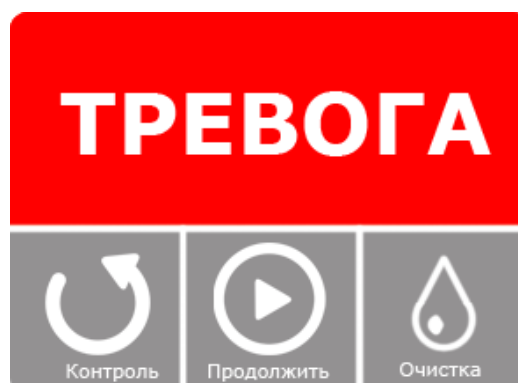

Рис. 17
Поле на дисплее красного цвета с надписью «ТРЕВОГА» свидетельствует о факте обнаружения (Рис. 17).
5. Если на дисплее красного цвета и надписью «ТРЕВОГА» свидетельствует о факте обнаружения (Рис. 17, стр. 16).